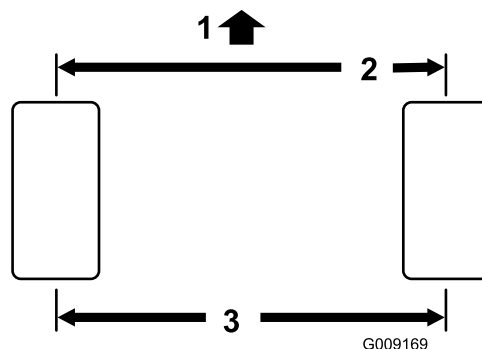

Bild 113
**Hinweis:** Der Wert für vorne darf höchstens 3 mm kleiner sein als der Wert für hinten (Bild 113).